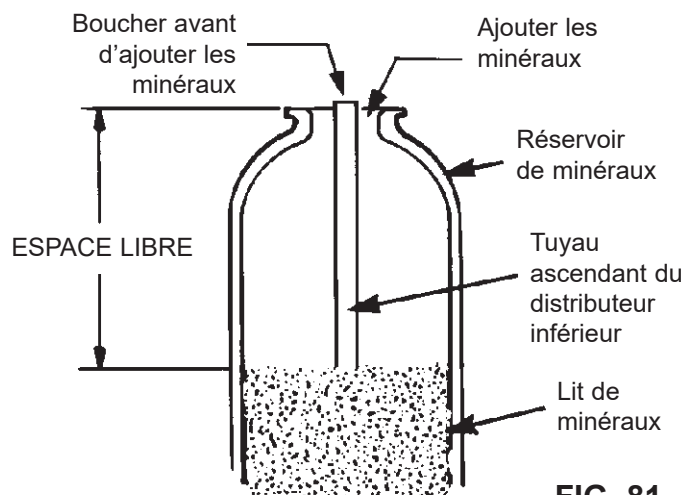

FIG. 81
8. Avec une verge à mesurer ou un mètre en métal, mesurer l'espace libre jusqu'au sommet du lit de minéraux (cf. Figure 81). S'il est inférieur à celui conseillé dans le tableau suivant, rajoutez de la neutralite.